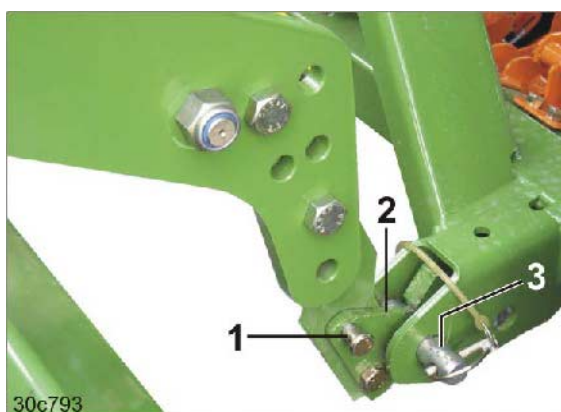

Bild 35
2. Dra ut de båda bultarna (Bild 35/1) från dragstångskrokarna och vrid bort säkringsplattan (Bild 35/2).
5. Fånga upp dragstångsbultarna (Bild 35/3) på såmaskinen med dragstångskrokarna.
6. Lås säkringsplattorna (Bild 35/2) med bultarna (Bild 35/1).